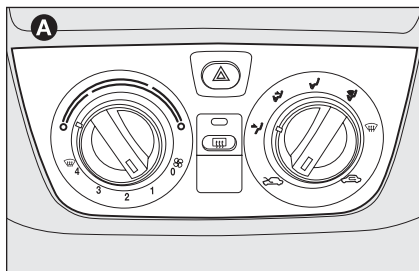

fig. 5
- con riscaldatore **A-fig. 5**;